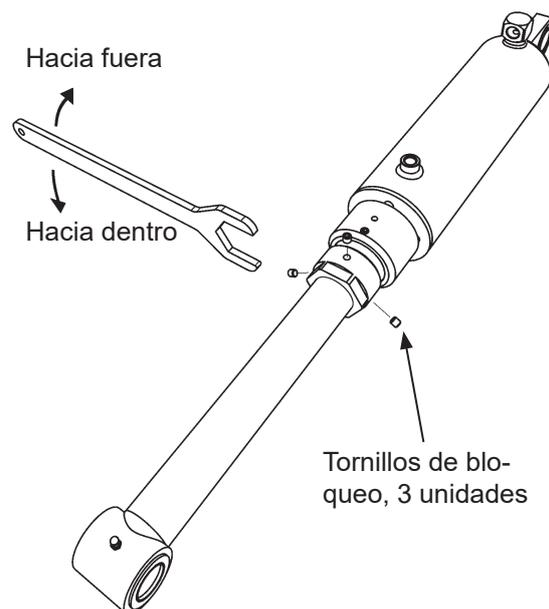

Figura 34. Ajuste del ángulo de basculamiento
- Aflojar los tres tornillos de bloqueo del cilindro que está montado en el puente de elevación. Véase Figura 34.